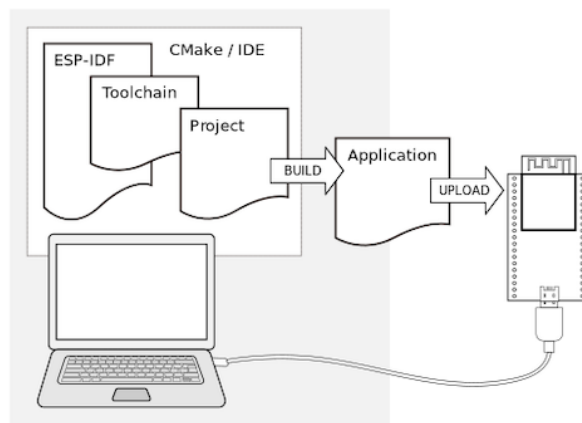

Figura 1 - Passos do ESP-IDF.
- Dispositivos médicos inteligentes, incluindo monitores de saúde viáveis, como se pode observar na Figura 1.